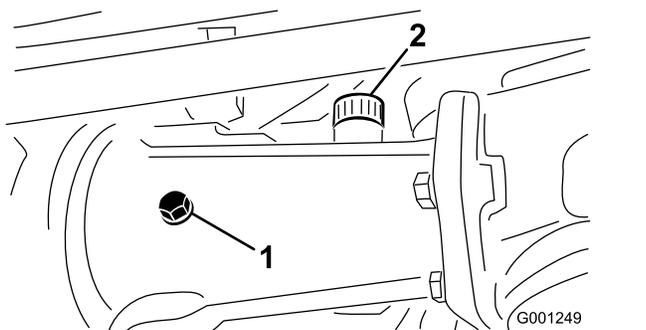
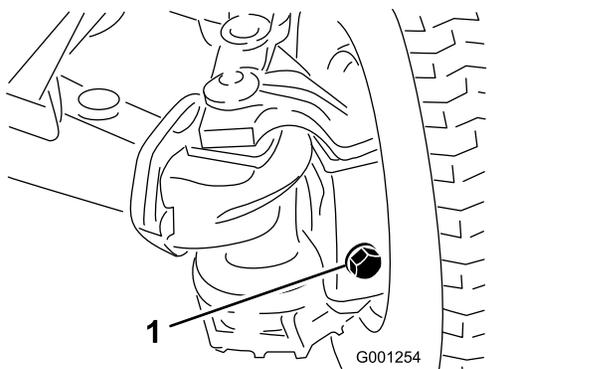

図 59
図 60
2. 中央のアクスルハウジングから点検プラグを取り、左右の外側のアクスルケースから補給/点検プラグを外す 図 59 と 図 60。
3. それぞれのプラグのねじ溝の高さまでオイルがあることを確認する 図 59 と 図 60。
- A. 中央のアクスルハウジングに補給する場合は、補給用プラグを外す 図 59。
- B. それぞれのアクスルケースの点検プラグ 図 59 と 図 60 の穴の下の縁まで、所定の潤滑油を補給する。
- C. 中央のアクスルハウジングの補給用プラグを外した場合は、プラグのねじ山部に PTFE テープを巻いてからハウジングに取り付ける 図 59。
5. 中央アクスルハウジングの補給用プラグと左右の補給/点検用プラグのねじ山部に PTFE テープを巻く 図 59。
6. 中央のアクスルハウジングと左右の外側のアクスルケースにプラグを取り付ける 図 59 と 図 60。
8. 中央アクスルハウジングの補給用プラグと左右の補給/点検用プラグのねじ山部に PTFE テープを巻く 図 59 と 図 60 リアアクスルオイルの点検 \(ページ 51\) を参照。
9. 中央のアクスルハウジングと左右の外側のアクスルケースにプラグを取り付ける 図 59 と 図 60 リアアクスルオイルの点検 \(ページ 51\) を参照。